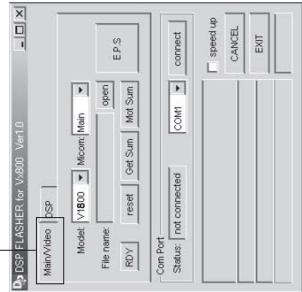

Fig. 5
- 1. Start up "DSP\_FLASHER\_Vx800\_v1.0.exe" of the PC. (Fig. 5)
- 2. Select "Main/Video". (Fig. 5)
- 1. "DSP\_FLASHER\_Vx800\_v1.0.exe"を起動します。(Fig. 5)
- 2. 「Main/Video」を選択します。(Fig. 5)